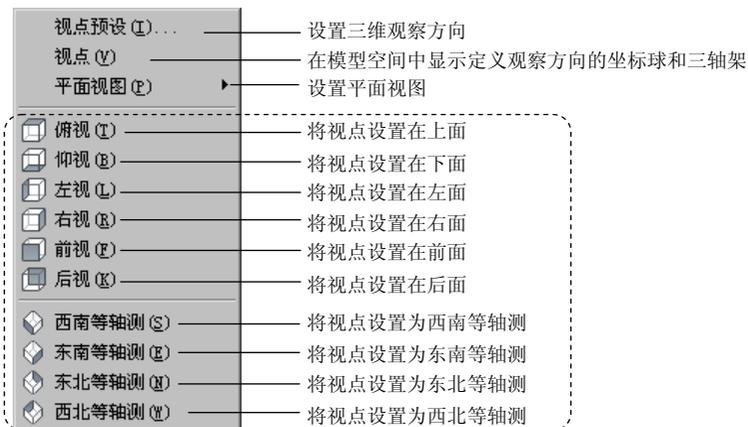

图 13.2.5 子菜单
AutoCAD 提供了十种预定义的视点: 俯视、仰视、左视、右视、前视、后视、西南等轴测 (S)、东南等轴测 (E)、东北等轴测 (N) 和西北等轴测 (W)。当选择下拉菜单 **视图(V)** → **三维视图(V)** 下子菜单中的各命令 (图 13.2.5) 时, 可以快速地切换到某一个特殊的视点。